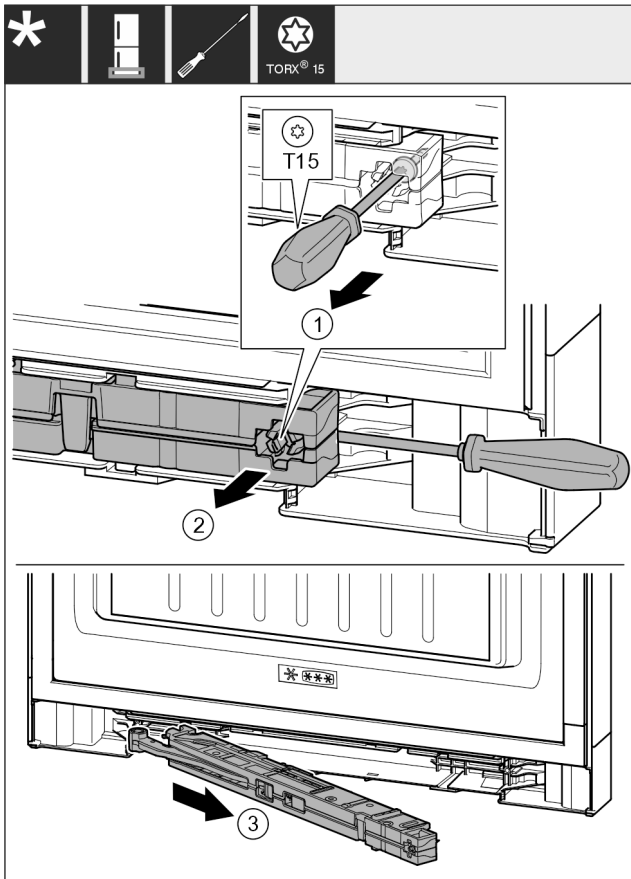

Fig. 15
- ▶ Desserrer la vis de l'unité d'amortisseur de fermeture d'env. 14 mm (9/16 in) avec un tournevis T15. Fig. 15 (1)
- ▶ Accéder à la partie postérieure de l'amortisseur de fermeture du côté de la poignée avec un tournevis. Tourner l'unité vers l'avant. Fig. 15 (2)
- ▶ Extraire l'unité. Fig. 15 (3)